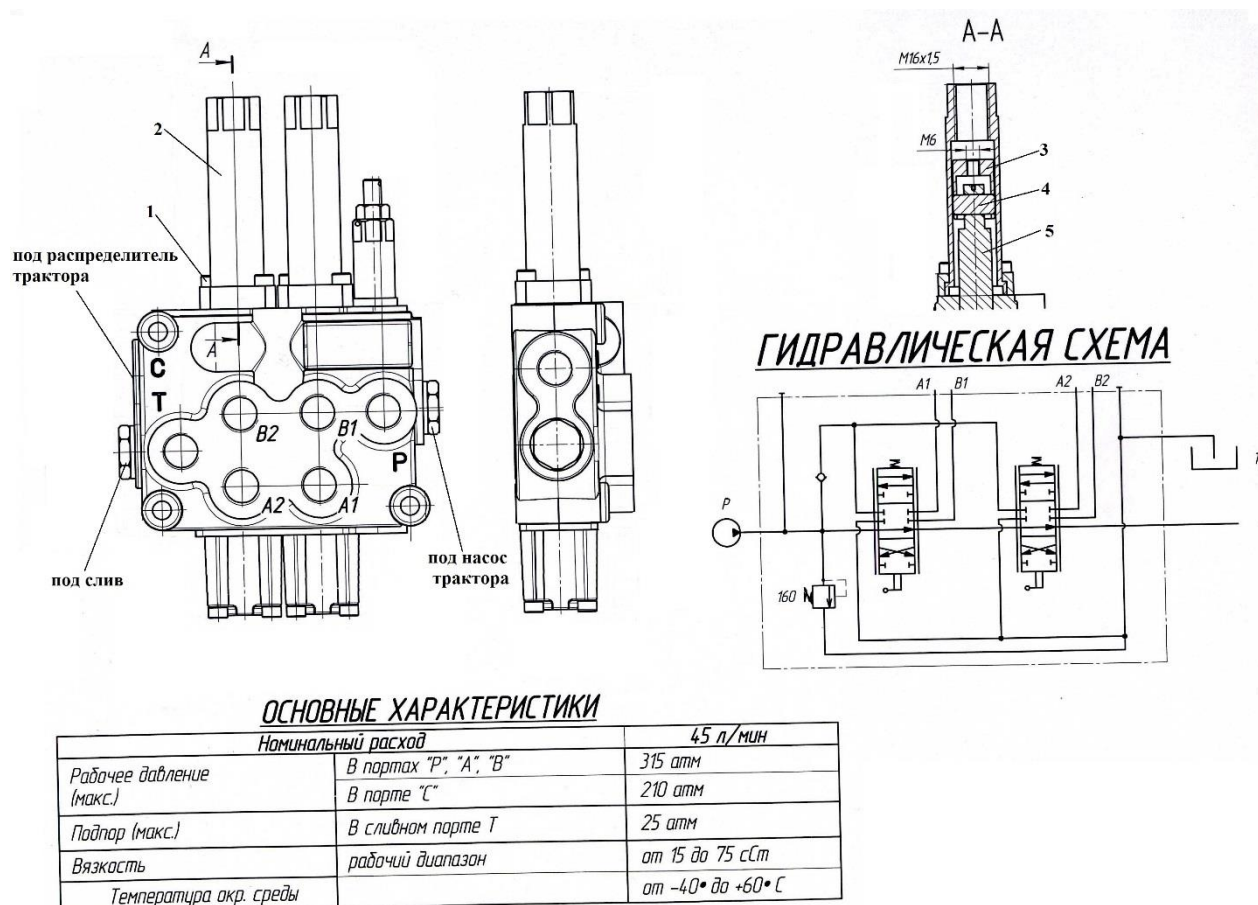

Рис.1 Гидрораспределитель.
4. У распределителя (см. рис.1) отвинтить два винта поз.1, накрутить второй конец кожуха троса на направляющую распределителя по резьбе. Освободить промежуточную втулку поз.3 от штифта поз.4 и накрутить на резьбовой конец троса. Законтрить гайкой.
5. Переставить заглушку «Р» с бокового отверстия на соответствующее верхнее отверстие (см. рис.1). В отверстия вкрутить штуцера 3/8* с прокладками (из комплекта). На отверстие А1. В1, А2. В2 установить БРС с прокладками.
ВНИМАНИЕ! Рукава L=1,2 м от трубопроводов на фото 4 обозначенные А1 и В1, А2 и В2 строго подсоединяем с соответствующими порталами гидрораспределителя (рис.1) А1 и В1, А2 и В2. (см. рис.4)